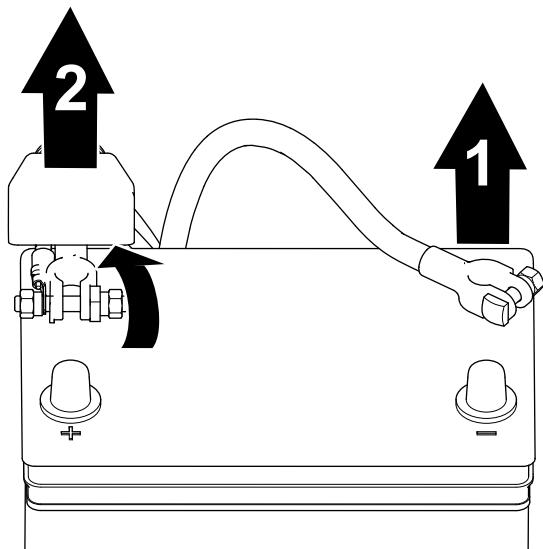

Figura 39
2. Rimuovete il cavo negativo della batteria dal polo della batteria (Figura 39).
3. Sollevate l'isolamento e rimovete il cavo positivo della batteria dal polo della batteria (Figura 39).